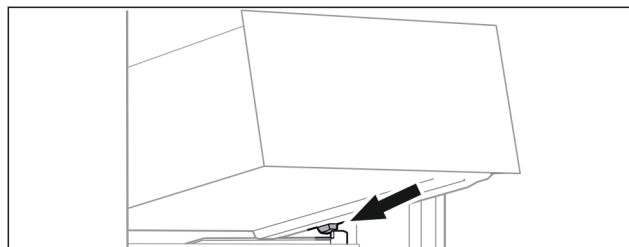

Fig. 96
- Nasaďte zásuvku šikmo za zarážky na žebrování na nádoby. (viz Fig. 96)